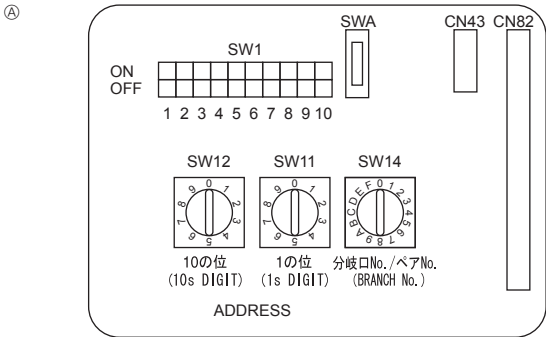

Fig. 6-4
6.5. Configuration des adresses (Fig. 6-4)
- ① Réglage des adresses
- ② Réglage des numéros de branche SW14 (série R2 uniquement)